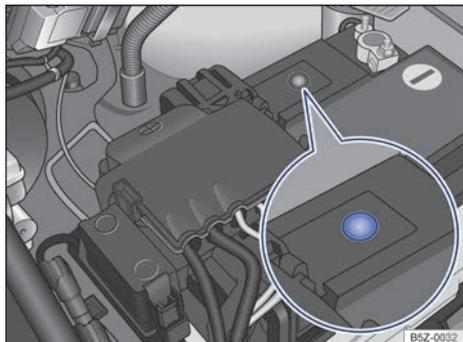

Fig. 129 En el compartimento del motor: ejemplo de posición del visor en el lado superior de la batería del vehículo.
- El visor redondo → fig. 129 en la parte superior de la batería del vehículo cambia de color dependiendo del nivel del electrolito.